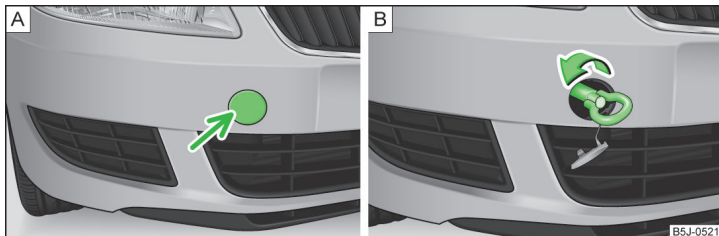

Fig. 151 Demontarea capacului / Montarea cârligului de tractare
- > Apăsăți pe partea stângă a capacului, în sensul indicat de săgeată » fig. 151 - **A**.
- > Înșurubați cu mâna cârligul de tractare, până la limită » fig. 151 - **B**. Pentru strângere cârligului, vă recomandăm să folosiți de exemplu cheia de roți, cârligul de ancorare al unui alt autovehicul sau un alt obiect asemănător, pe care să îl puteți introduce prin cârlig.